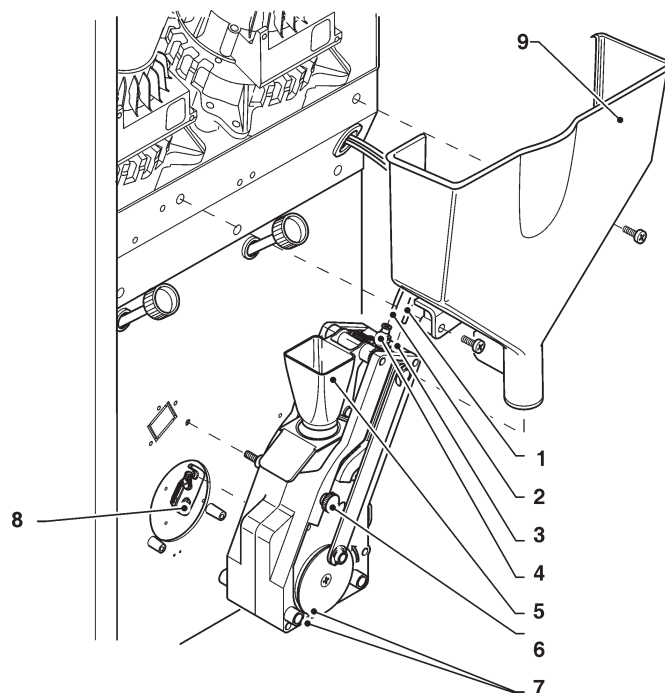

Fig. 27
- scollegare dal pistone superiore il tubo in teflon di collegamento con la caldaia ed il tubo di azionamento idraulico del pistone, agendo sugli anelli colorati (vedi fig. 27);
- Smontare l'imbuto caffè (vedi fig. 27);